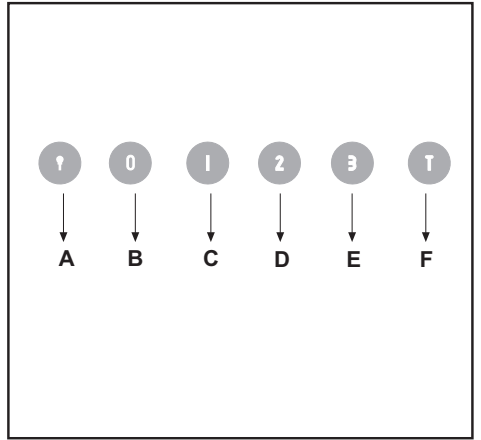
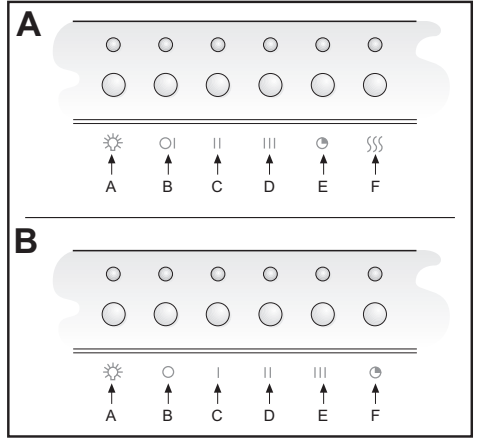

Fig.13
Fig.15
• **Органы управления:** Электронные (рис.15А):
Органы управления: (рис.13) Светящиеся - (рис.15В) Электронные.